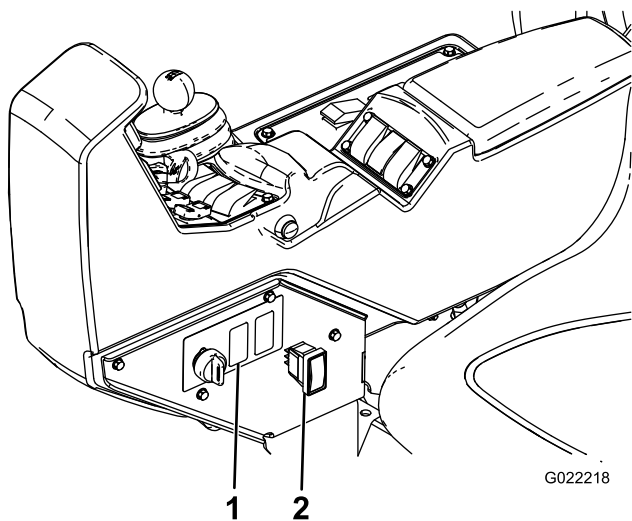

Figura 18
1. Localice el tapón del interruptor del depósito de enjuague en el salpicadero (Figura 18).
2. Retire el tapón del salpicadero (Figura 18).
5. Conecte el interruptor al conector cuadrado a través del salpicadero (Figura 18).